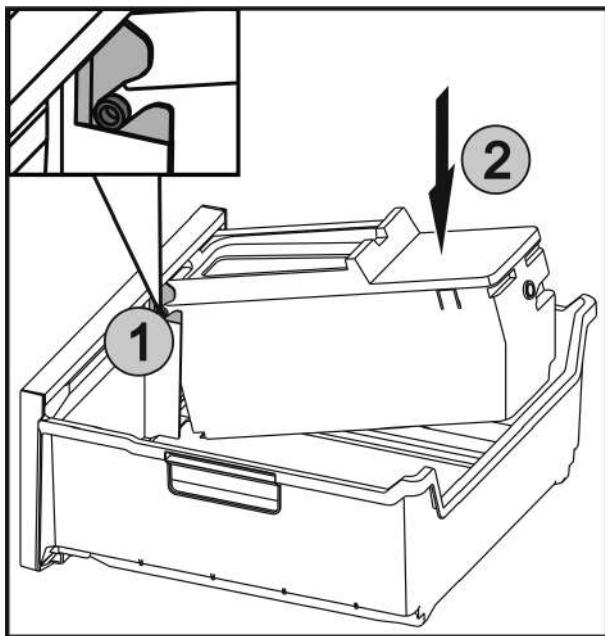

Fig. 42
- Вставити осі Fig. 42 (1) на EasyTwist-Ice у напрямні та натискати на задню сторону Fig. 42 (2) до фіксації накладки.